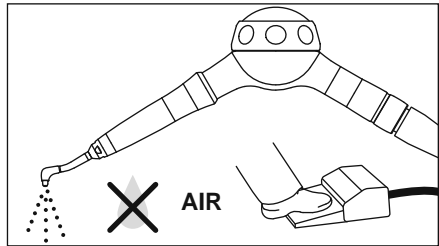

図6
- ②エアのみで空運転し、ノズルの中のパウダーを排出します。（図6）